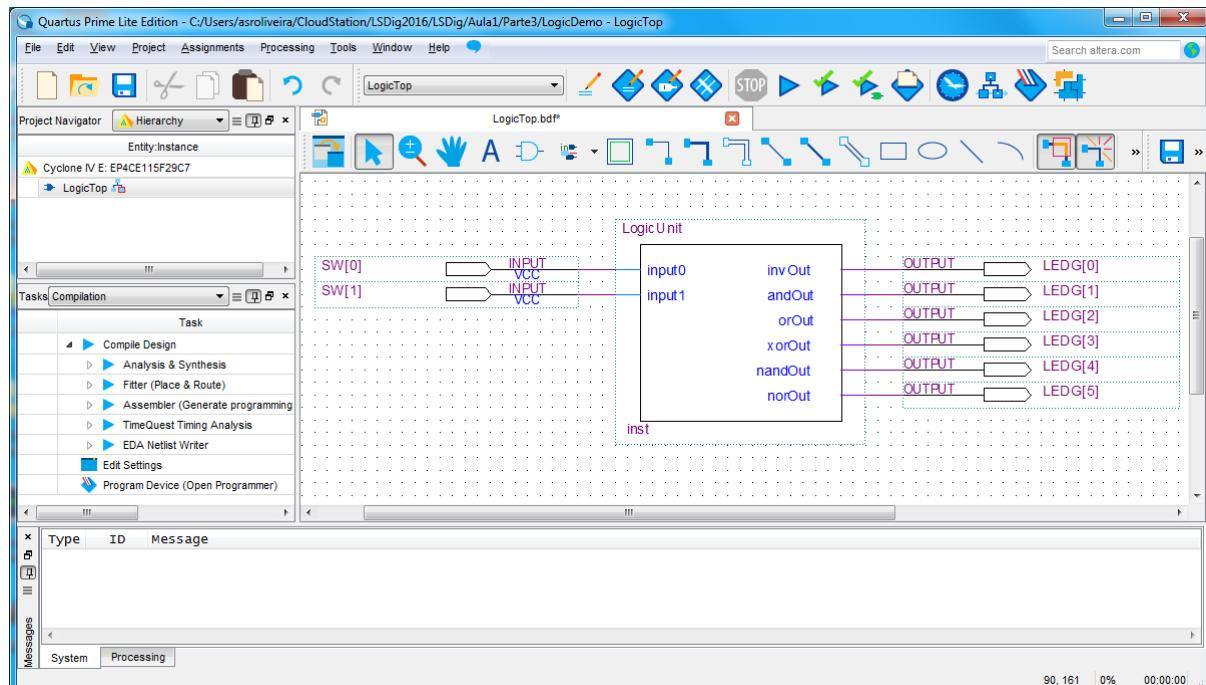

Figura 56 – Interligação do módulo “LogicUnit” e dos portos de entrada e de saída e identificação dos diversos elementos do circuito no módulo “LogicDemo”.
**8.** Ligue as entradas e as saídas do módulo “LogicUnit” a portos de entrada e de saída tal como ilustrado na Figura 56 (entradas ligadas a interruptores e saída a LEDs do kit).